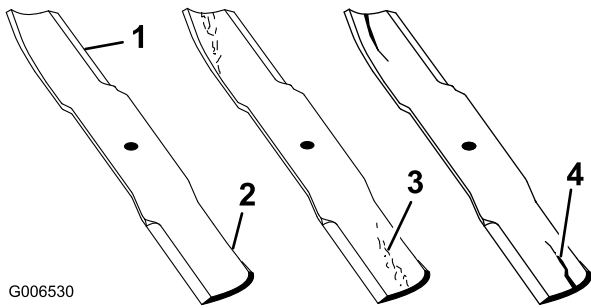

Figura 41
1. Inspeccione as extremidades de corte (Figura 41). Se as extremidades não estiverem afiadas ou estiverem amolgadas retire e afie as lâminas; consultar Afiar as lâminas
2. Inspeccione as lâminas, especialmente a área em curva (Figura 41). Se verificar quaisquer danos, desgaste, ou a formação de ranhuras nesta área (item 3 em Figura 41), instale imediatamente uma lâmina nova.